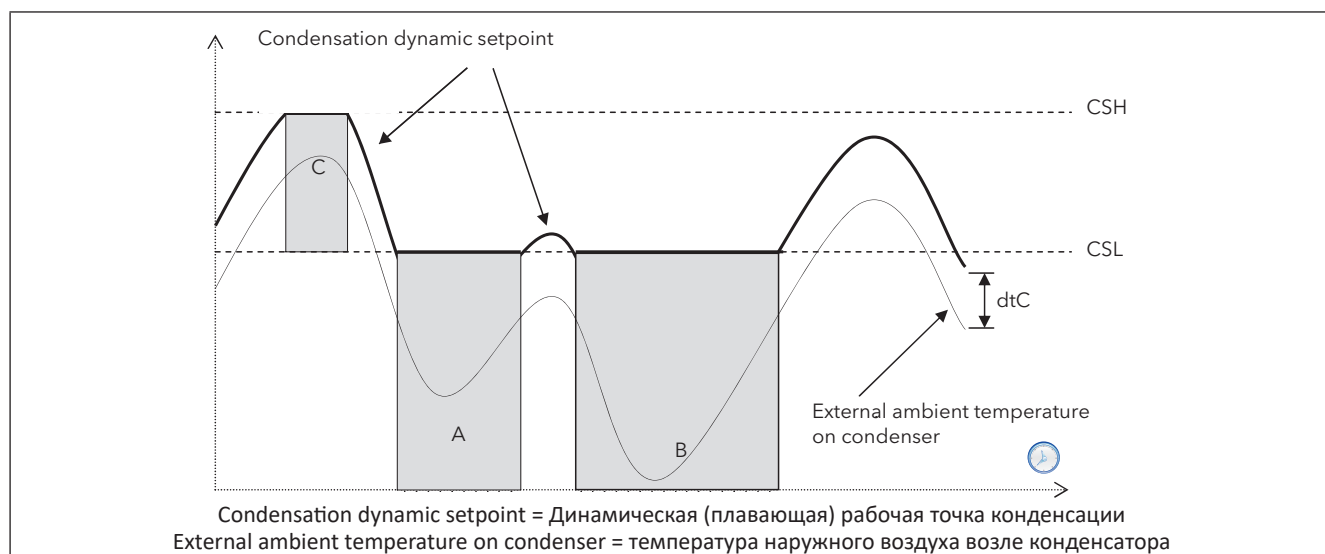

Рис. 36. Плавающая (динамическая) конденсация по температуре наружного воздуха
- действующее значение рабочей точки конденсации не может быть ниже значения **CSL** (области А и В на диаграмме плавающей конденсации по температуре наружного воздуха - смотрите Рис. 36).
- действующее значение рабочей точки конденсации не может быть выше значения **CSH** (область С на диаграмме плавающей конденсации по температуре наружного воздуха - смотрите Рис. 36).